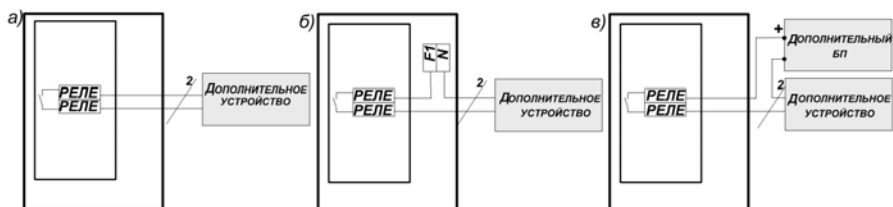

Рис.1
При обрыве или коротком замыкании линии связи между любым из датчиков и пультом загорится желтый светодиод «Линия» соответственно того датчика, линия которого будет нарушена. При восстановлении линии соответствующий светодиод «Линия» будет прерывисто мигать (память сработки), сигнализируя о том, что была неисправность линии. Контроль состояния линии осуществляется по оконечным и шунтирующим резисторам $R=1\text{кОм}$, установленным в конце линии (возле датчиков). Схема включения резисторов показана на рис. 1 Приложение Б.
Сброс памяти сработки происходит нажатием кнопки «Сброс/Тест» на лицевой панели (см. Приложение А Рис. 1).
После восстановления состояния сработавшего датчика светодиод «ТРЕВОГА» будет прерывисто мигать (память сработки) до тех пор, пока не будет нажата кнопка «СБРОС/ТЕСТ» на лицевой панели (см. Приложение А Рис. 1).
- 2.1.1 Разметить и просверлить на монтируемой поверхности 4 крепежных отверстия диаметром 8мм в соответствии с Рис. 1 Приложения В.
Электрический монтаж рекомендуется выполнять согласно Рис.1 Приложения Б в приведенной ниже последовательности.
2.2.4 Варианты подключения дополнительных устройств к релейному выходу пульта «СИГНАЛ-31» модификация А приведены на рис. 1.